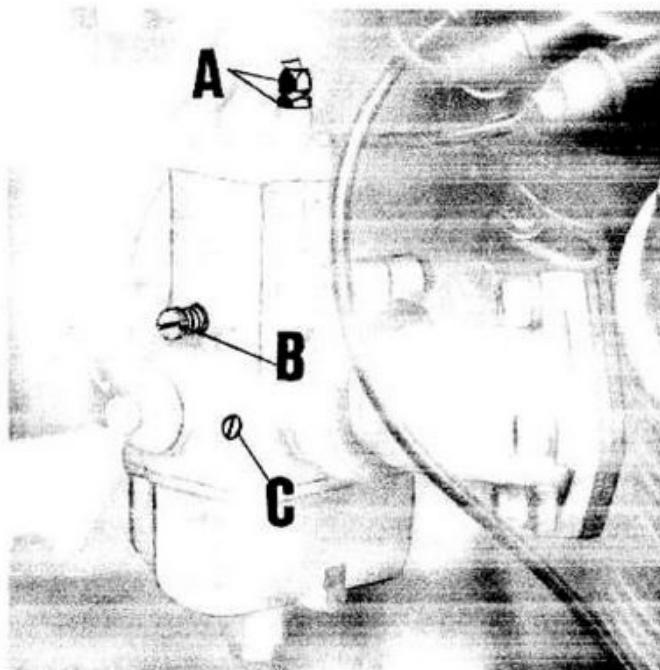

Fig. 78
- 2 - controllare la sincronizzazione delle valvole gas; questa operazione va eseguita con il contenitore filtro e manicotto di collegamento carburatori smontati; mentre si fa ruotare la manopola comando gas, con le dita a contatto delle valvole gas sui carburatori si dovrebbe individuare se le valvole aprono in uguale misura e nel medesimo istante: eventuali differenze di apertura vanno corrette agendo sulla vite tendifilo (vedere A di fig. 78) di un carburatore sino a che, ruotando la manopola gas, si constata la perfetta sincronizzazione di apertura delle valvole gas;
- 3 - regolare il minimo benzina agendo sulla vite C di fig. 78. Svitandola si aumenta l'afflusso
Con motore funzionante a circa $1000 \div 1100$ giri, staccare la candela da un cilindro e agire sulla vite C di fig. 78 del carburatore del cilindro opposto svitandola o avvitandola in un campo limitato sin tanto che si giunge al punto di miglior rendimento e a un leggero aumento di giri.
- 4 - staccare il cavo candela dal cilindro destro, avviare il motore, ed accertarsi che si spenga dopo quattro o cinque scoppi; se si spegne prima, o dopo, agire sulla vite di regolazione minimo valvola gas (vedere A di fig. 78) fino a che il motore si spe
entro detto numero di giri. Ripetere l'operazione sul cilindro destro staccando il cavo candela dal cilindro sinistro ed avviare il motore; se il cilindro destro è nella normalità il motore deve spegnersi entro quattro o cinque scoppi, altrimenti passare alla regolazione agendo sulla vite (vedere B di fig. 78) come sopra sino a che il motore si spenga entro il medesimo numero di scoppi; riattaccare quindi il cavo alla candela del cilindro sinistro;